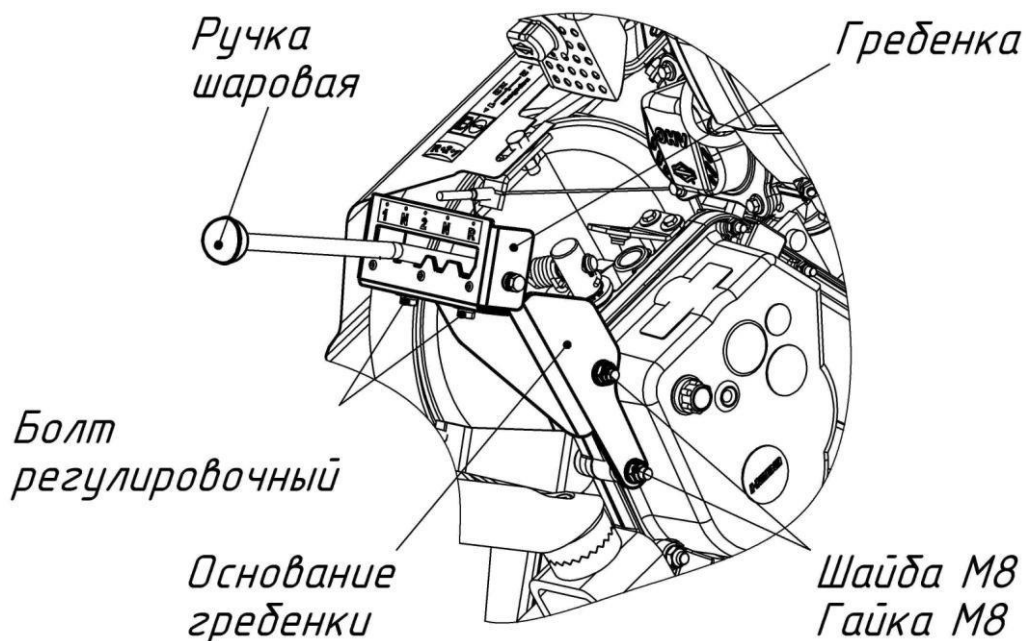

Рис.7.2. Установка Гребенки.
- завести рычаг в отверстие Гребёнки и зафиксировать Основание гребёнки с помощью Шайбы М8 (2 шт.) и Гайки М8 (2 шт.), рис.7.2.
- проверить переключение передач. Если передачи не включаются, необходимо ослабить регулировочные болты, перевести рычаг в крайнее левое положение до упора, выставить гребенку и зафиксировать ее (рис.7.2.)